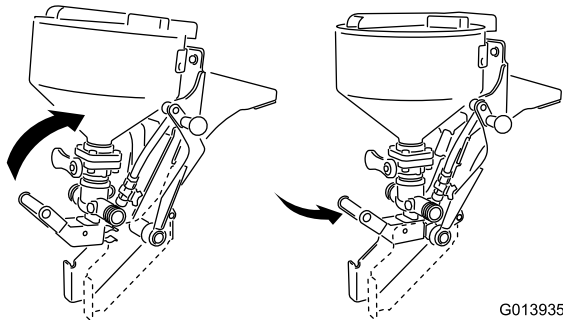

Figura 18
- A. Eleve as pegas inferiores para elevar o misturador enquanto, ao mesmo tempo, inclina ligeiramente para o depósito (Figura 18).
- B. Guie o garfo sob a travessa com a patilha soldada na posição superior do conjunto da estrutura (Figura 18).
- C. Em seguida, incline o conjunto para o depósito tendo cuidado para alinhar o grampo da mola com a caixa grande articulada na posição inferior da estrutura (Figura 18).